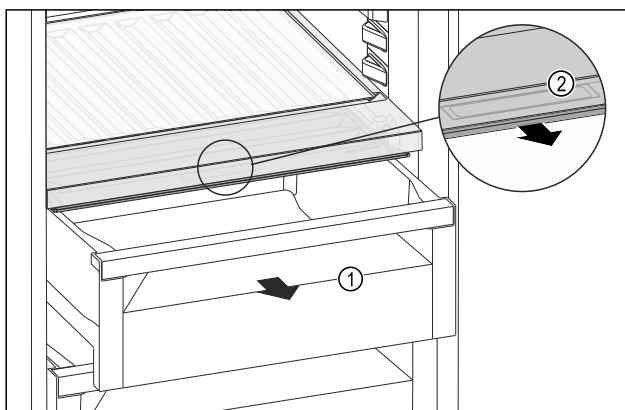

Fig. 120
- Estrarre il cassetto Fig. 120 (1).
- Afferrare la maniglia incassata Fig. 120 (2) sul coperchio dello scomparto e tirare allo stesso tempo in avanti il coperchio dello scomparto.